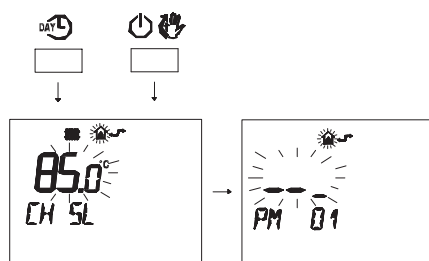

Figura 5.45
- Pulse simultáneamente los botones  y  para entrar en la modalidad de programación transparente (Figura 5.45).